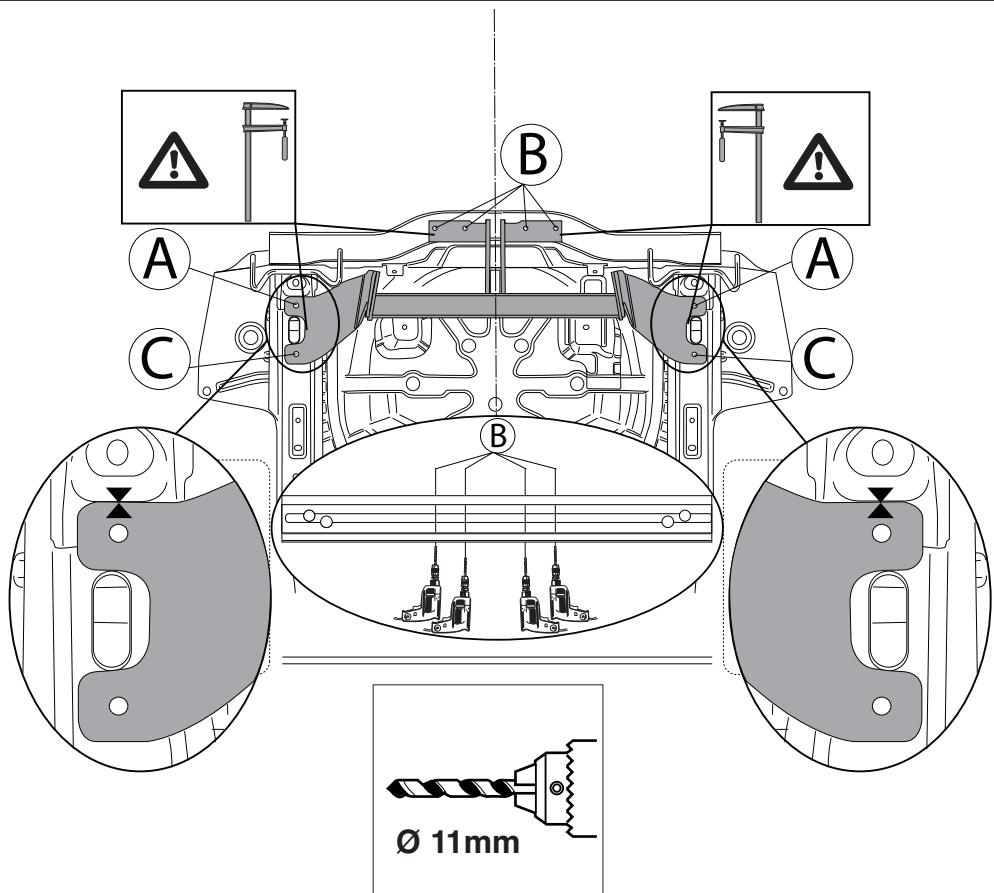

Fig.4
9. Установить букирный крюк на шасси и выравнивать по центру. (См. рис. 4).
10. Просверлить отверстия А и В диаметром 11 мм насеквоздь. (См. рис. 4).
11. Просверлить отверстия С на нижней стороне шасси диаметром 11 мм. (См. рис. 4).